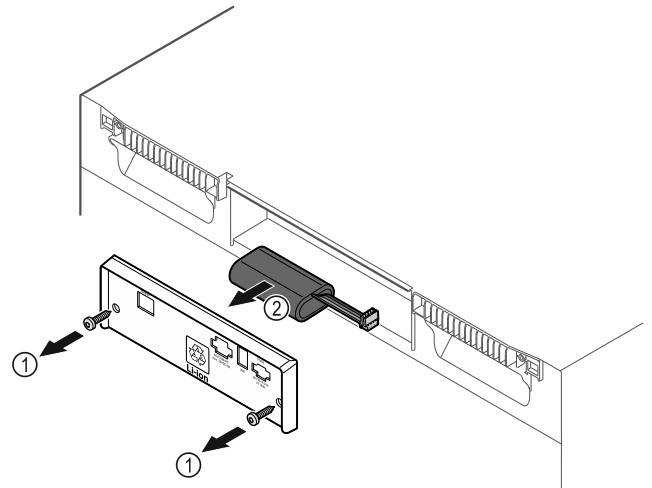

Fig. 235
- ▶ 旋出螺栓并移除冰箱背面的盖板 Fig. 235 (1)。
- ▶ 断开并取出电池 Fig. 235 (2)。